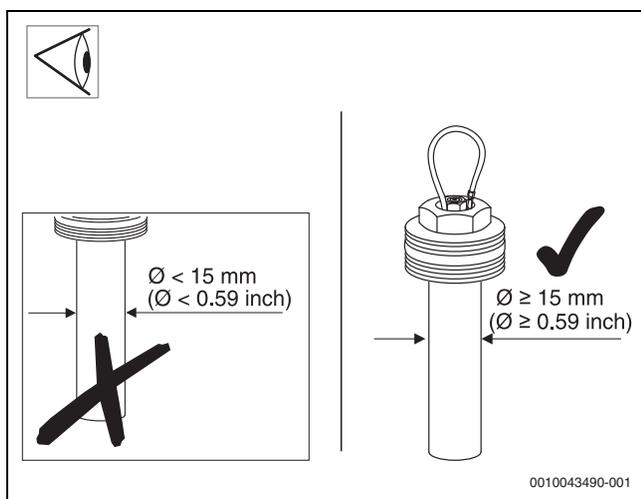

Fig. 41
- ▶ Remplacer l'anode en magnésium si son diamètre a été réduit à moins de 15 mm (→ Fig. 41).